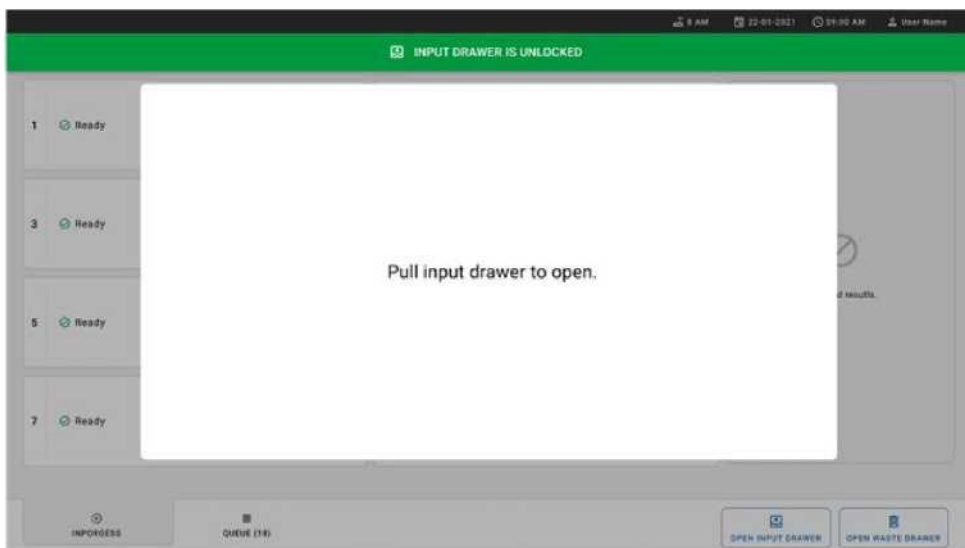

Рис. 22. Диалоговое окно открытия загрузочного лотка.
6. При появлении запроса потяните выдвижной загрузочный лоток, чтобы открыть его (рис. 22).